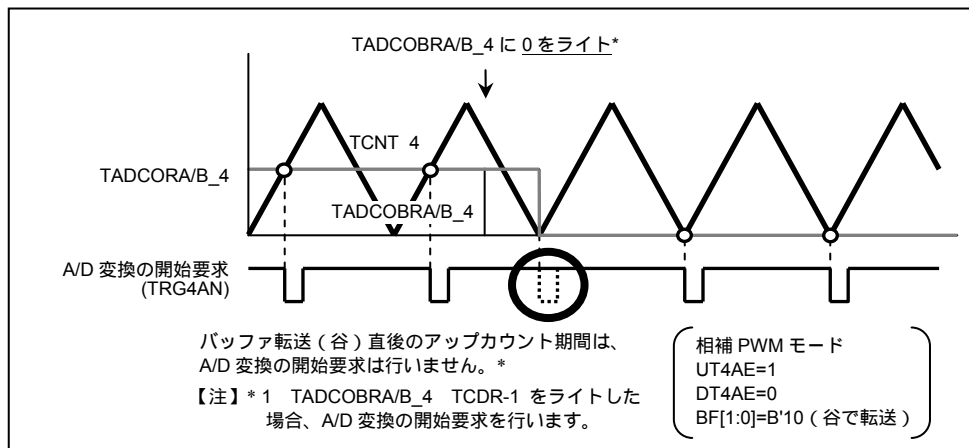

図 2.1 TADCOBRA/B\_4 に 0 をライトした時の A/D 変換の開始要求
- TADCOBRA/B\_4 に 0、かつ、TADCR の UT4AE、UT4BE ビットに 1 を設定して、TCNT\_4 の谷でパッファ転送した時、転送直後のアップカウント期間については A/D 変換の開始要求を行いません (図 2.1)。